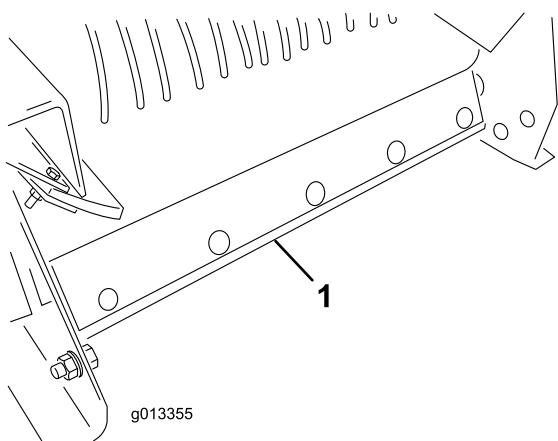

図 56
5. プロパスの後部からベルトスクレーパーセンブリを取り外す図 56。